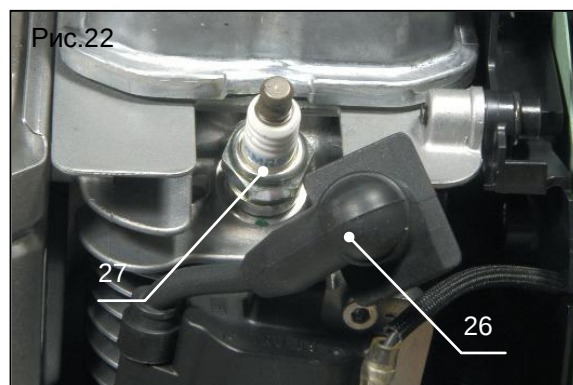

Рис.22
- Отвернуть шестигранный болт (поз.25, рис.22) и снять защитный кожух двигателя.
- Снять штекер (поз.26, рис.22) со свечи зажигания (поз.27, рис.22)